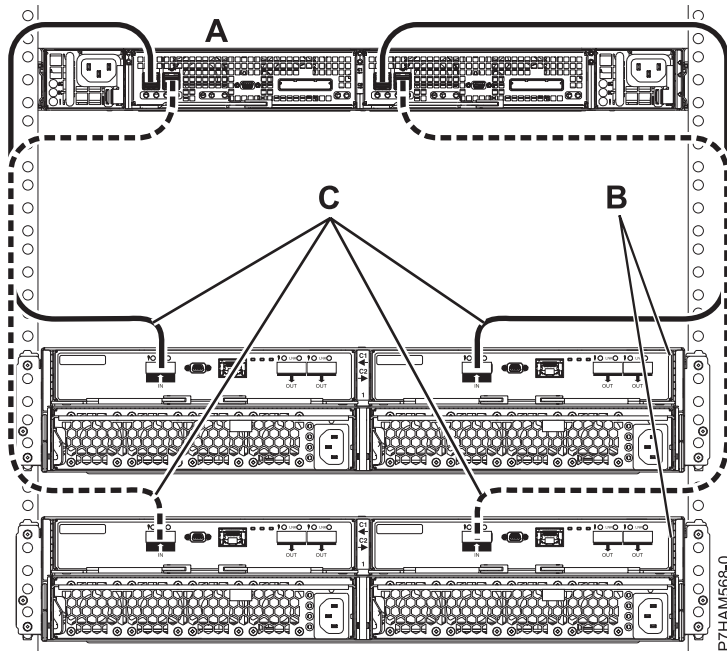

Figure 40. Connexion de mode 1 de deux boîtiers d'unité de disque 58/87 en utilisant des câbles EX reliés à un boîtier de stockage PCIe
14. Effectuez la connexion de mode 1 de deux boîtiers d'unité de disque 58/87 (B) en utilisant des câbles EX (C) reliés à un boîtier de stockage PCIe avec prise en charge de tiroirs de disque SAS (A), comme illustré dans figure 40, à la page 78.
- Chaque adaptateur interne du boîtier de stockage PCIe (A) peut accéder à l'autre adaptateur et à toutes les baies d'unité de disque.
- Les deux câbles EX (C) provenant du même boîtier d'unité de disque 58/87 doivent être raccordés au même numéro de port SAS sur le boîtier d'unité de disque PCIe, comme le montre la figure 40, à la page 78.